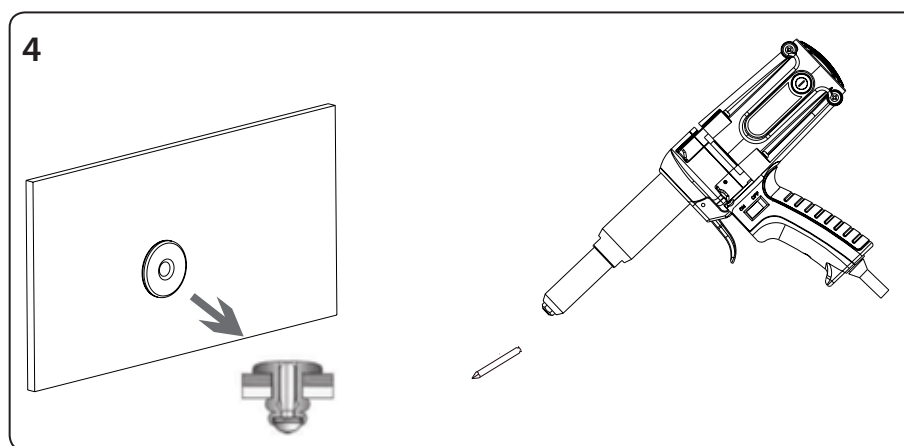

Fig.6
- d) Después de soltar el disparador de la pistola remachadora, el remache será extraído y se arranca el mango del remache que se liberará del cañón de la pistola, véase el paso 4, fig. 6.